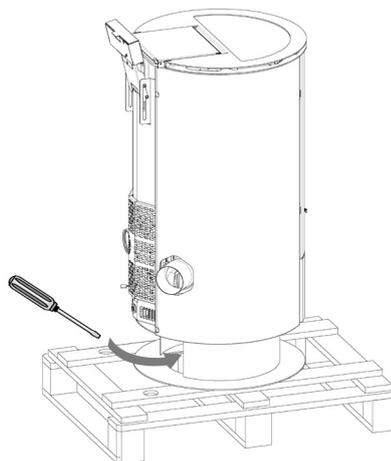

Fig. 2 - Remoção dos parafusos (modelo Flute)
- Para o modelo **FLUTE**: remover os parafusos, que bloqueiam a estufa à palete, situados dentro do pedestal (ver **Fig. 2**).